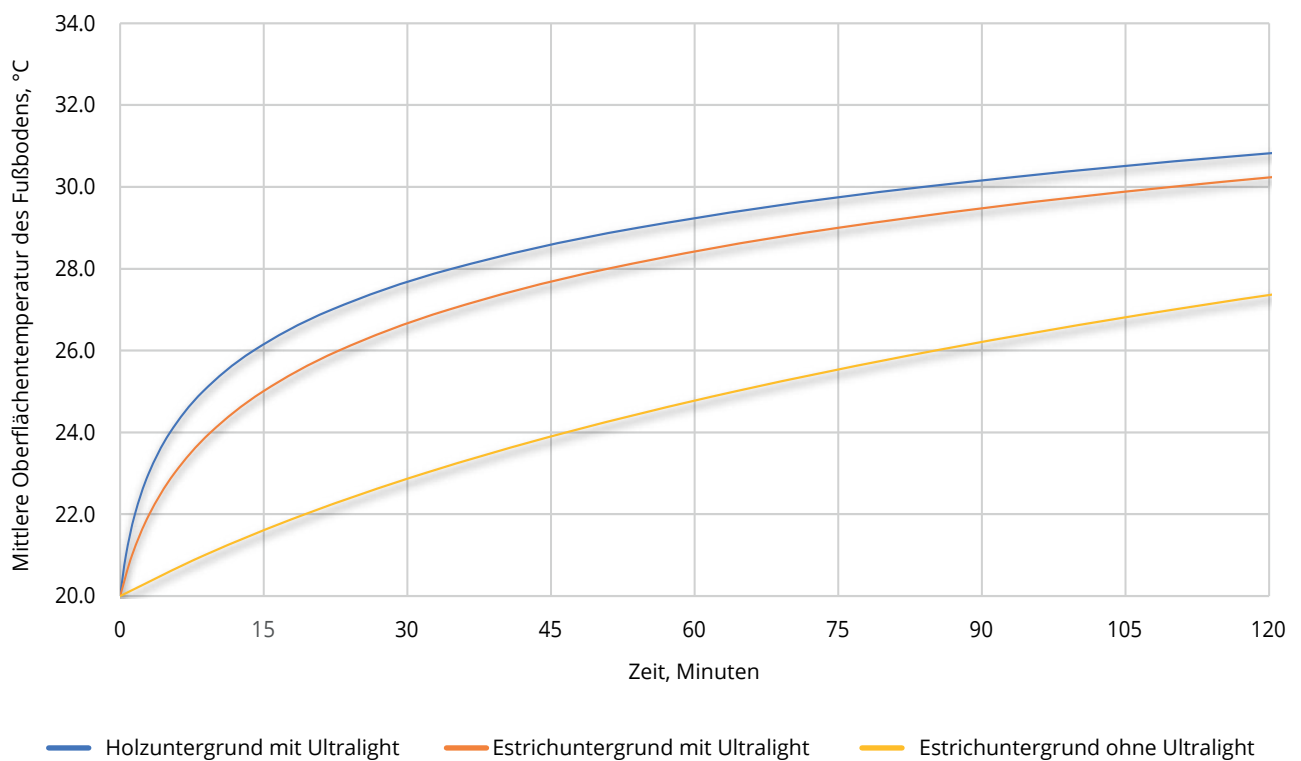

Abbildung 2 - Verbesserung der Reaktionszeit durch den Einsatz von Ultralight
- Die PEF-Dämmschicht verkürzt die Aufheizzeit auf Betonuntergründen um 76 Minuten und reduziert den Energieverbrauch während des Aufheizens um 69 %. Siehe Abbildung 2.